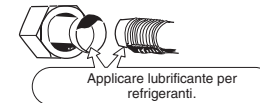

Fig. 7-4
- 2) Prima di collegare i tubi si deve applicare lubrificante per refrigeranti (olio a base d'etere) all'interno dei dadi svasati. Questa serve per ridurre le perdite di gas. (Fig. 7-4)